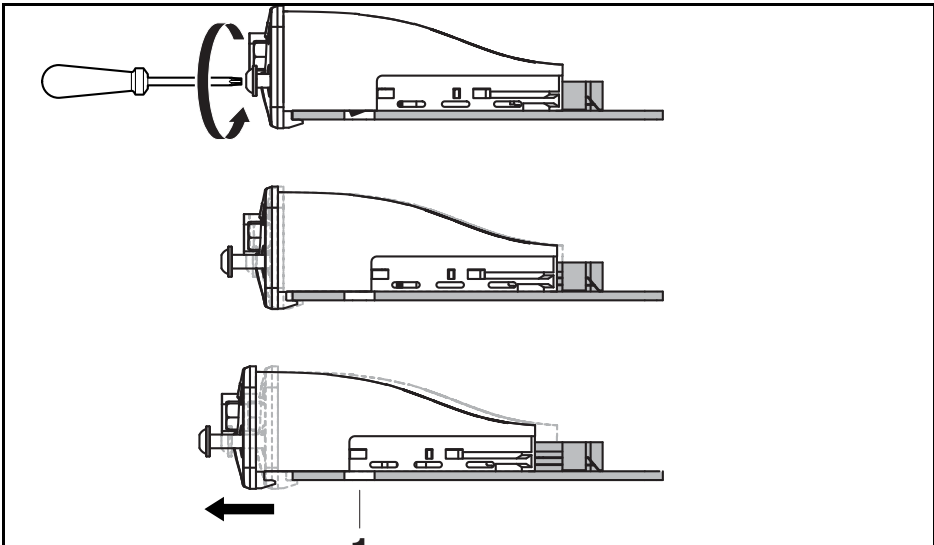

Abb. 4: Arretierung lösen
2. Frontseitige Torxschrauben lösen. Erst bei vollständig gelöster Arretierung (siehe Abb. 4) kann das Schnittstellenmodul IMecat herausgezogen werden.